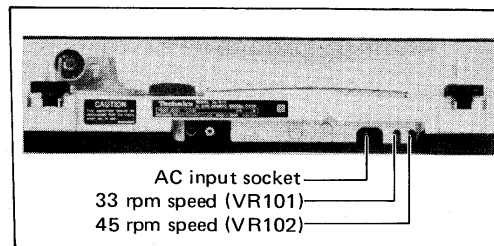

Fig. 15
3. Turn the VR101 with a screwdriver from the back of the set to the rated rotation (33—1/3 rpm) and check the rotation with a strobe while adjusting the speed. (Fig. 15)
5. Turn the VR102 with a screw driver from the back of the set to the rated rotation (45 rpm) and check the rotation with a strobe while adjusting the speed. (Fig. 15)
3. Drehen VR 101 mit einem Schraubenzieher in der Hinterseite des Gerätes, bis die Neundrehzahl (33—1/3 U/min) unter gleichzeitiger Beobachtung mit stroboskopbestätigt ist. (Abb. 15)
5. Drehen VR102 mit einem Schraubenzieher in der Hinterseite des Gerätes, bis die Neundrehzahl (45 U/min) gleicherweise mit einem stroboskop bestätigt ist. (Abb. 15)
3. Adjuster VR 101 avec un tournevis à partir de l'arrière de l'appareil jusqu'à ce que la vitesse nominale de rotation (33 t/p.m.) soit obtenue tout en la vérifiant par l'intermédiaire du stroboscope. (Fig. 15)
5. Adjuster VR102 avec un tournevis jusqu'à ce que la vitesse nominale de rotation (45 t/p.m.) soit obtenue tout en la vérifiant par l'intermédiaire du stroboscope. (Fig. 15)
3. Girar el VR101 con un destornillador por detrás del aparato hasta la rotación nominal (33-1/3) y verificar la rotación con un estroboscopio mientras se ajuste la velocidad. (Fig. 15)
5. Girar el VR102 con un destornillador por detrás del aparato hasta la rotación nominal (45 r.p.m.) y verificar la rotación con un estroboscopio mientras se ajuste la velocidad. (Fig. 15)